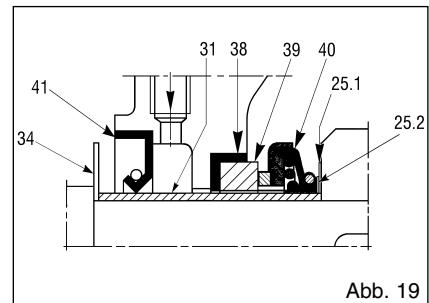
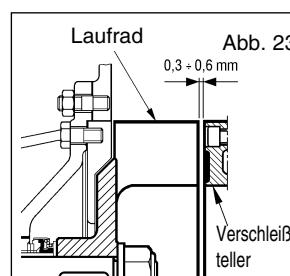
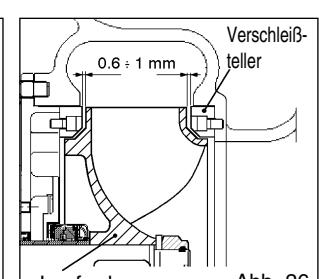

Abb. 19
Abb. 23
Abb. 26
- Bei allen Modellen muss das Distanzstück zwischen dem oberen Teil der Schaufeln des Laufrades und dem Verschleißteller 0,3 - 0,6 mm betragen (Abb. 23). Beim Modell 12" muss das Distanzstück zwischen dem Laufrad und dem vorderen und hinteren Verschleißteller 0,6 - 1 mm betragen (Abb. 26). Dazu müssen die Abmessungen A und B der Abbildungen 21, 22, 24 und 25 möglichst gleich sein. Dazu werden die Kompensationsringe (25.2) (Abb. 19) verwendet, die mit der Ersatzdichtung geliefert werden. Diese Ringe dienen dazu, das Laufrad nach vorne zu schieben, wenn er sich zu weit vom vorderen Verschleißteller entfernt oder zu nahe am hinteren (falls vorgesehen) befindet. Die Kompensationsringe werden zwischen den Halterungsringen der Dichtung (25.1) und dem Laufrad montiert. Weitere Anpassungen können mit den Dichtungen zwischen Körper und hinterem Teller vorgenommen werden. Das Zwischenlegen der Dichtung (43) (Abb. 10) mit einer Stärke von 0,5 mm bewirkt den erforderlichen Abstand (Abb. 23).